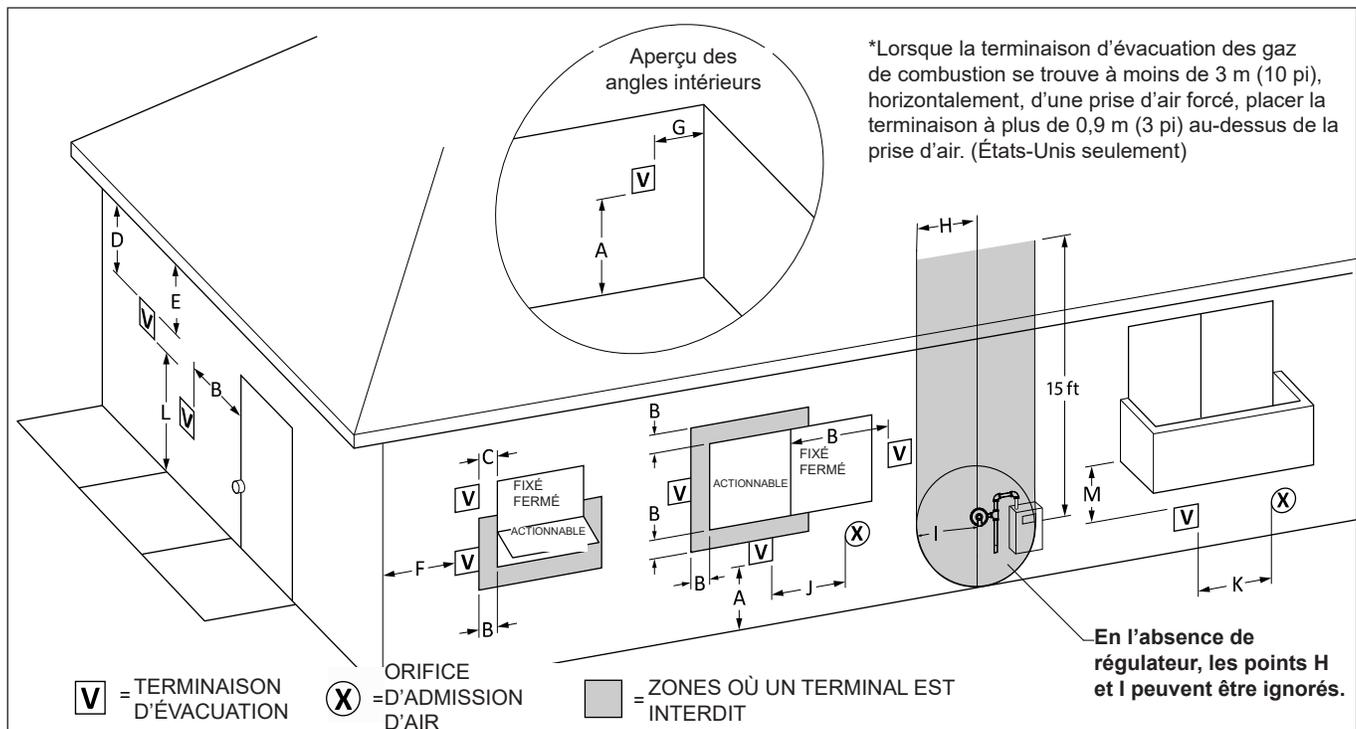

Figure 3. Air de combustion et évacuation des gaz de combustion par un mur latéral
1. La Figure 3 on page 12 illustre les exigences en termes de dégagements des terminaisons d'évacuation des gaz de combustion pour les États-Unis et le Canada.